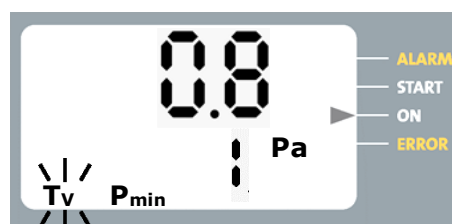

Abb. 20: Verzögerungszeit aktiv
1. Unterschreitet der gemessene Differenzdruck den eingestellten Differenzdruckgrenzwert ( $P_{min}$ ) blinkt das Zeichen „ $T_v$ “ (Abb. 20).